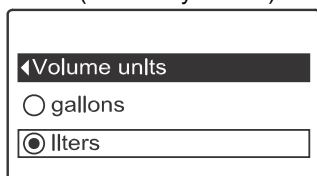

РИС. 46
5. Нажать кнопку ВЫБОР (O) для отображения меню **Единицы объема** (См. Рисунок 46).
6. Если желаемая единица объема уже отмечена черной точкой напротив нее (См. Рисунок 46), перейти к Шагу 7. В противном случае, нажать кнопки ВНИЗ (▼) или ВВЕРХ (▲), чтобы прокрутить до другой единицы объема, затем нажать кнопку ВЫБРАТЬ (O) чтобы подтвердить ее.
7. Нажать кнопку ВЫБРАТЬ (O). Дисплей вернется обратно в меню **Установки пользователя**.